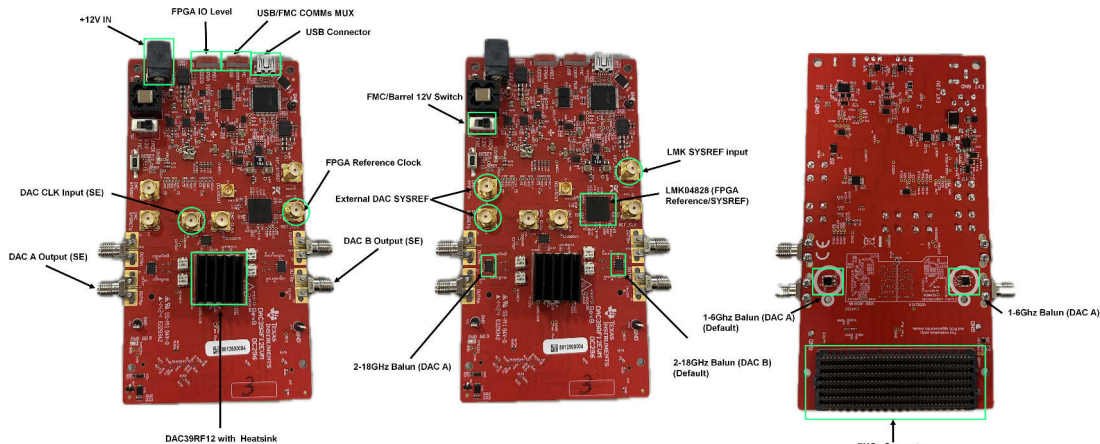

图 1-1. DAC39RF12EVM 主要元件
1. 一旦 DAC39RF12EVM GUI 配置为所需的 JMODE 模式和时钟频率，即可从 DAC39RF12EVM GUI 获取 FPGA REF 时钟频率。EVM 所需的参考时钟频率会显示在 GUI 的第一页上，如 图 1-1 中所示。